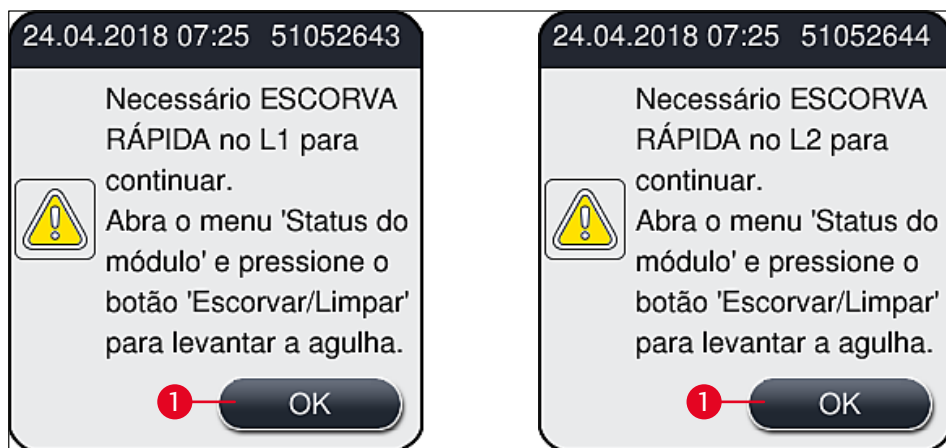

Fig. 51
- ① Após completar a fase de inicialização, o menu principal (→ Fig. 19) aparece na tela e o usuário é informado (→ Fig. 51) que é necessário uma **Escorva rápida** para a linha da lamínula em uso. Confirme as mensagens pressionando **OK** (→ Fig. 51-1) e siga as instruções subsequentes (→ P. 121 – 7.3 Preparação do sistema de mangueira para escorva e limpeza).